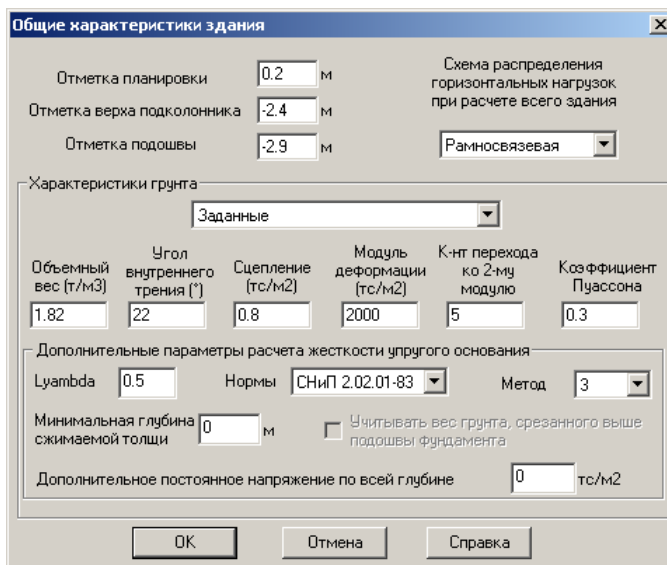

Рис.1.1.2. Окно диалога **Общие характеристики здания**
- В окне диалога **Общие характеристики здания** (рис. 1.1.2) задайте следующие параметры: